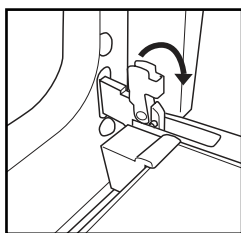

Fig. 1
2. Поднимите фиксаторы и сдвиньте их вперед до упора (Рис. 1).